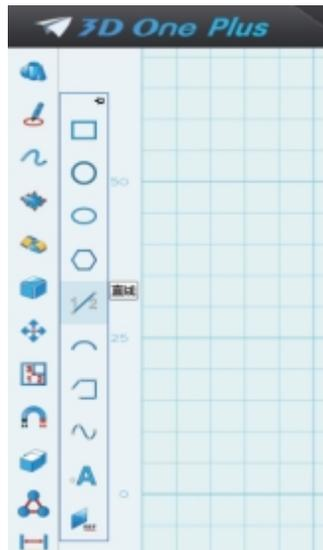
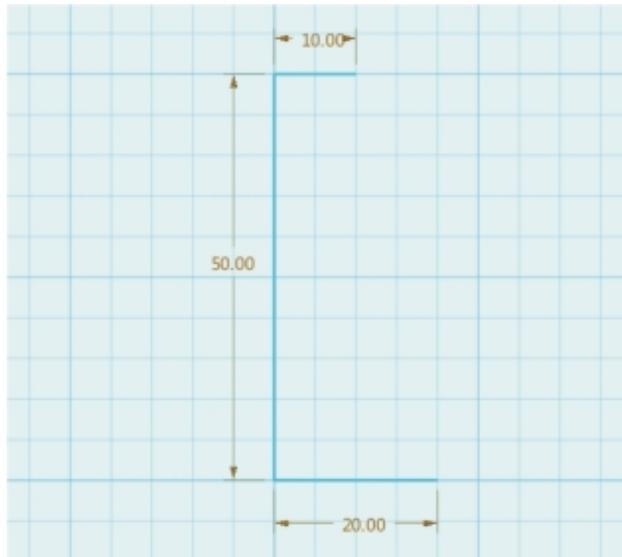

图7-1-4 选择草图平面
图7-1-5 绘制花瓶截面
③绘制花瓶截面。在软件左侧工具栏上单击“草图绘制”→“直线”按钮，绘制瓶口和瓶底，如图7-1-4和图7-1-5所示，注意各直线端点需重合。